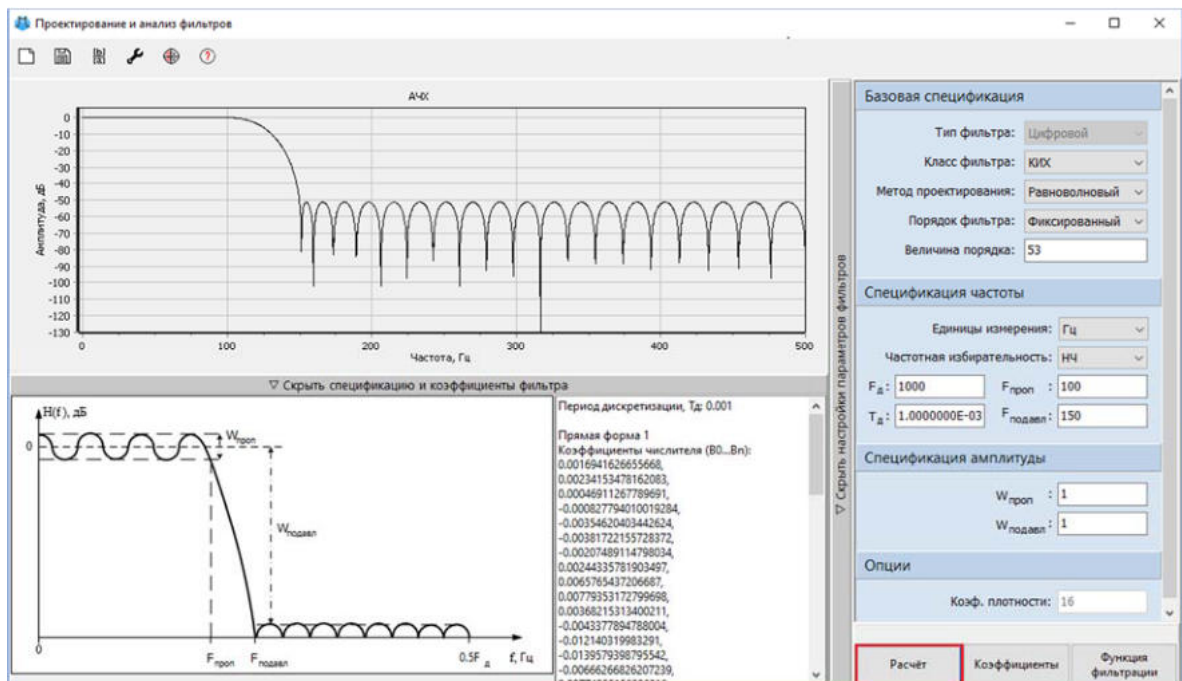

Рис. 5. Окно "Проектирование и анализ фильтров" блока "Цифровой фильтр" с подписью "КИХ-фильтр" с заданными значениями свойств для равноволнового КИХ-фильтра.
2. Необходимо рассчитать равноволновый НЧ-фильтр 53-го порядка с частотой дискретизации $F_d = 1000$ Гц, частотой среза $F_{проп} = 100$ Гц и частотой подавления $F_{подавл} = 150$ Гц. Для этого требуется задать параметры фильтра согласно рисунку и нажать на кнопку **Расчёт** (Рисунок 5).